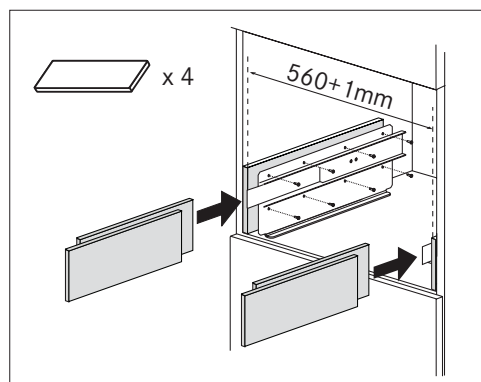

Рис. 7
- ▶ При необходимости откорректируйте расположение устройства, расположив прилагаемые распорки под опорой или по бокам опоры (рис. 7).